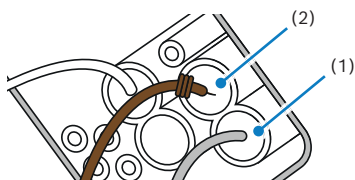

Rysunek 4
16. Wyjmij końcówki (1) z kanałów kablowych 1 i 2 (rys. 4)